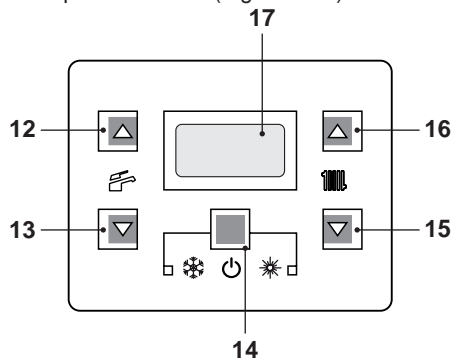
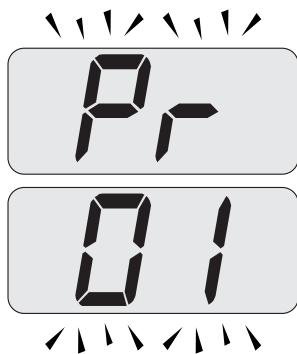

Figura 5.31
Figura 5.32
- Entrare in "modalità programmazione" premendo contemporaneamente per 10 secondi i tasti 14 - 15 - 16 (Figura 5.31) fino a far apparire sul display LCD le lettere **Pr** che si alternano con il codice **01**, indicanti l'entrata nel "parametro 01" (Figura 5.32).
- Premere contemporaneamente i tasti 14 e 16 (Figura 5.31) fino a far apparire sul display LCD il valore del parametro 15 (Figura 5.34).
- Premendo il tasto 14 (Figura 5.31) si ottiene la conferma del valore inserito.
- Premendo contemporaneamente i tasti 14 e 15 (Figura 5.31) si esce senza modificare il valore (ritorno alla lista parametri Figura 5.33)
- Premendo contemporaneamente per 10 secondi i tasti 14 - 15 - 16 (Figura 5.31) si esce dalla "modalità programmazione".
Comunque se la temperatura ambiente non dovesse essere confortevole si può aumentare o diminuire la temperatura di mandata dell'impianto riscaldamento di $\pm 15^\circ\text{C}$ agendo sui tasti 15 (diminuzione) e 16 (aumento) (Figura 5.31).